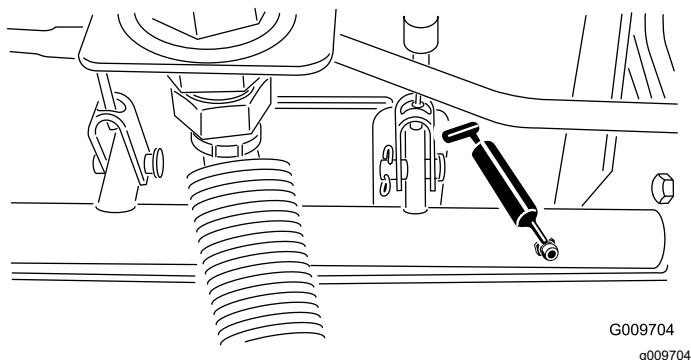

Figura 50
- Rulmeni de pivotare a arborelui de frână (5), aa cum se arată în Figura 50